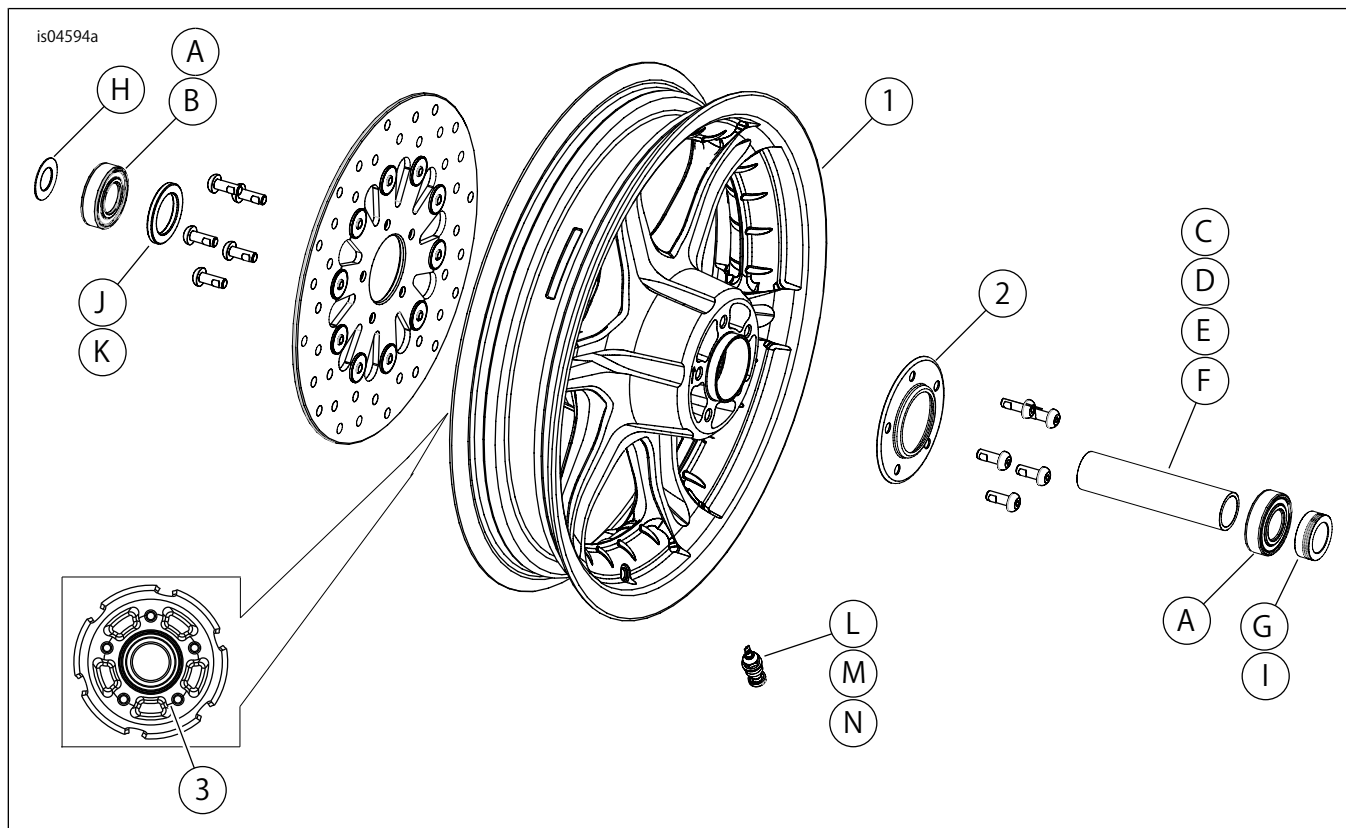

図2。交換用パーツ: フロントスロット6スポークホイール(16 in. ホイール表示)
これらのキットにはカスタムホイールが付属し、キットによってはハブキャップも付属する場合があります。図2を参照してください。キット内容については、「★」および「表3」を参照してください。
- 図2を参照してください。ホイールにバルブシステムアッセンブリー(L、M、またはN)を取り付けます。サービスマニュアルの「タイヤ」を参照してください。